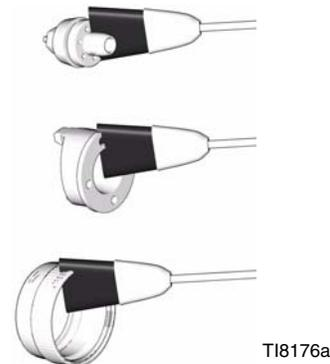

FIG. 17
11. Frote el anillo de retención del cabezal de aire, el cabezal de aire y la boquilla de fluido con el cepillo de cerda suave (vea FIG. 17). Para limpiar los orificios del cabezal de aire, utilice un objeto suave, tal como un palillo de dientes, para evitar dañar las superficies críticas. Limpie el cabezal de aire y la boquilla de fluido como mínimo diariamente. Algunas aplicaciones requieren una limpieza más frecuente. No empape el anillo de retención del cabezal de aire en disolvente durante períodos prolongados.